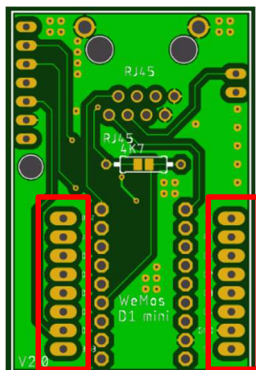

Figura 15 - Barras de 8 Pinos Conectores Fêmea
1. Na face da placa mostrada na Figura 15, comece por encaixar as barras de 8 pinos conectores fêmea e proceda à soldadura das mesmas.